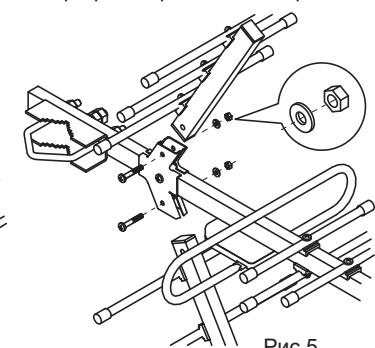

Рис.5
4. Если Вы приобрели антенну 12 серии, то установите два полотна рефлекторов согласно рис.5.